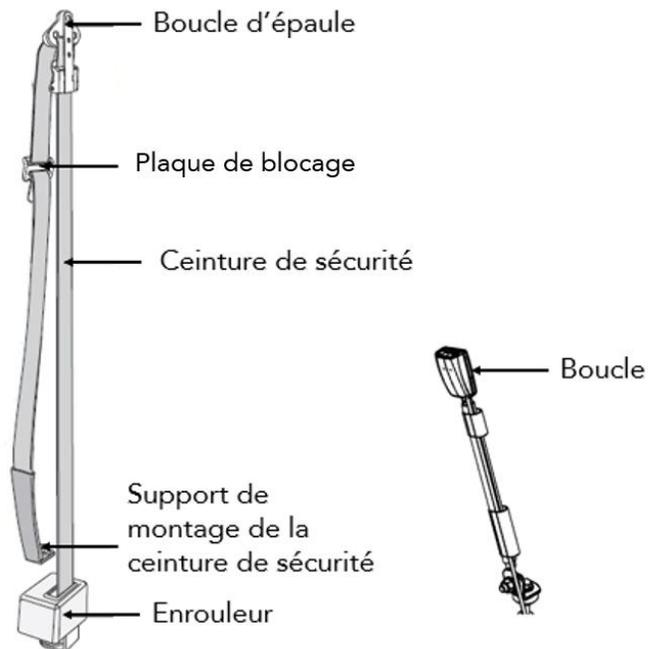

Figure 3 - Composants des ceintures de sécurité
- Inspectez l'ensemble de la ceinture afin de détecter tout signe de coupe, d'effilochage ou d'usure inhabituelle ou extrême (Figure 3)